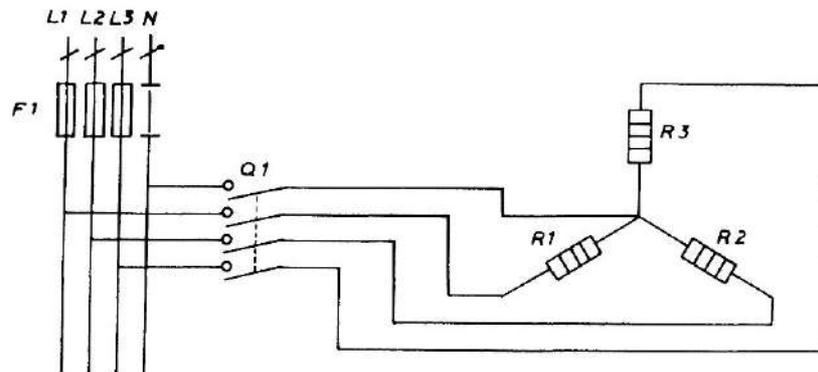

Figure 2
- A partir du schéma développé du montage, figure 2, sur un réseau triphasé